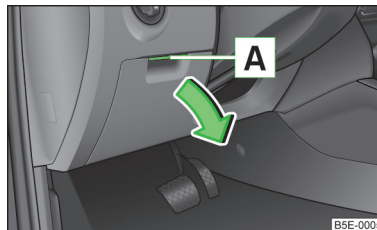

Fig. 58
- Ridicați mânerul **A** » fig. 58 și deschideți compartimentul în sensul indicat de săgeată.